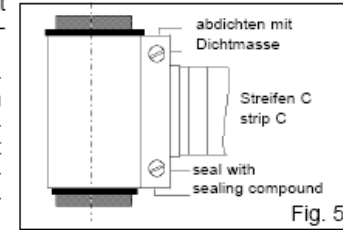

Fig. 5
Breitbandschelle (6) über die Schelleneinlage legen und die Schrauben zu 1/3 eindrehen. Streifen C in passende Stücke schneiden und den Spalt zwischen den Flanschen (bei E 20/E 30/E46 zusätzlich den Spalt der Schelleneinlage) der Breitbandschelle fest ausstopfen und fest verschrauben, Fig 5.